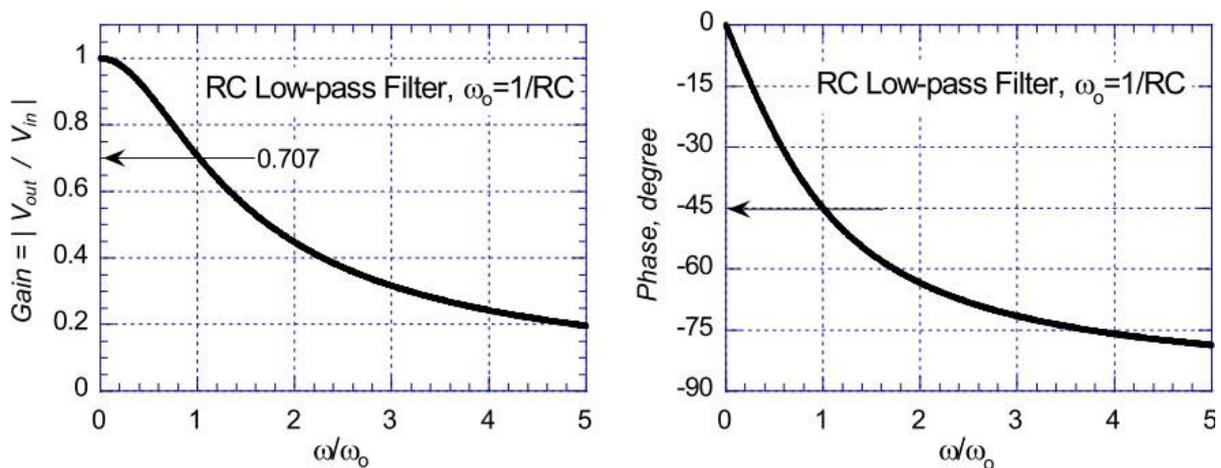

Figure 3-3 RC 低通電路之電壓增益(Gain)與其相位差(Phase)對頻率之關係圖
3-5.2 由實驗二的基本原理 2-4.2 可得  $\left| \frac{V_{out}(t)}{V_{in}(t)} \right|$  對角頻率  $\omega$  的作圖如 Figure 3-3 所示，可以看出此電路可以抑制高頻的信號或雜訊。而截止頻率由時間常數(time constant,  $\tau = RC$ ) 控制。截止頻率一般是指放大倍率(Gain)降低到  $\frac{\sqrt{2}}{2} = 0.7071$  時的頻率，由 2-4.2 可以得知，RC 低通率波電路的截止頻率(角頻率)恰巧為 RC 時間常數的倒數，也就是  $\omega_0 = \frac{1}{RC} = 2\pi f_0$ ， $f_0$  也是截止頻率，但是單位為 Hz(DC) 時的 1 降到  $\frac{\sqrt{2}}{2} = 0.7071$ ，這提供了一個測試 RC 值的方法。
一相位差，如 Figure 3-3 的右圖所示，且其相位差為頻率的函數。舉例而言，當  $\omega = \omega_0$  時，相位角為 -45 度。這提供了另一個測試 RC 值的方法。